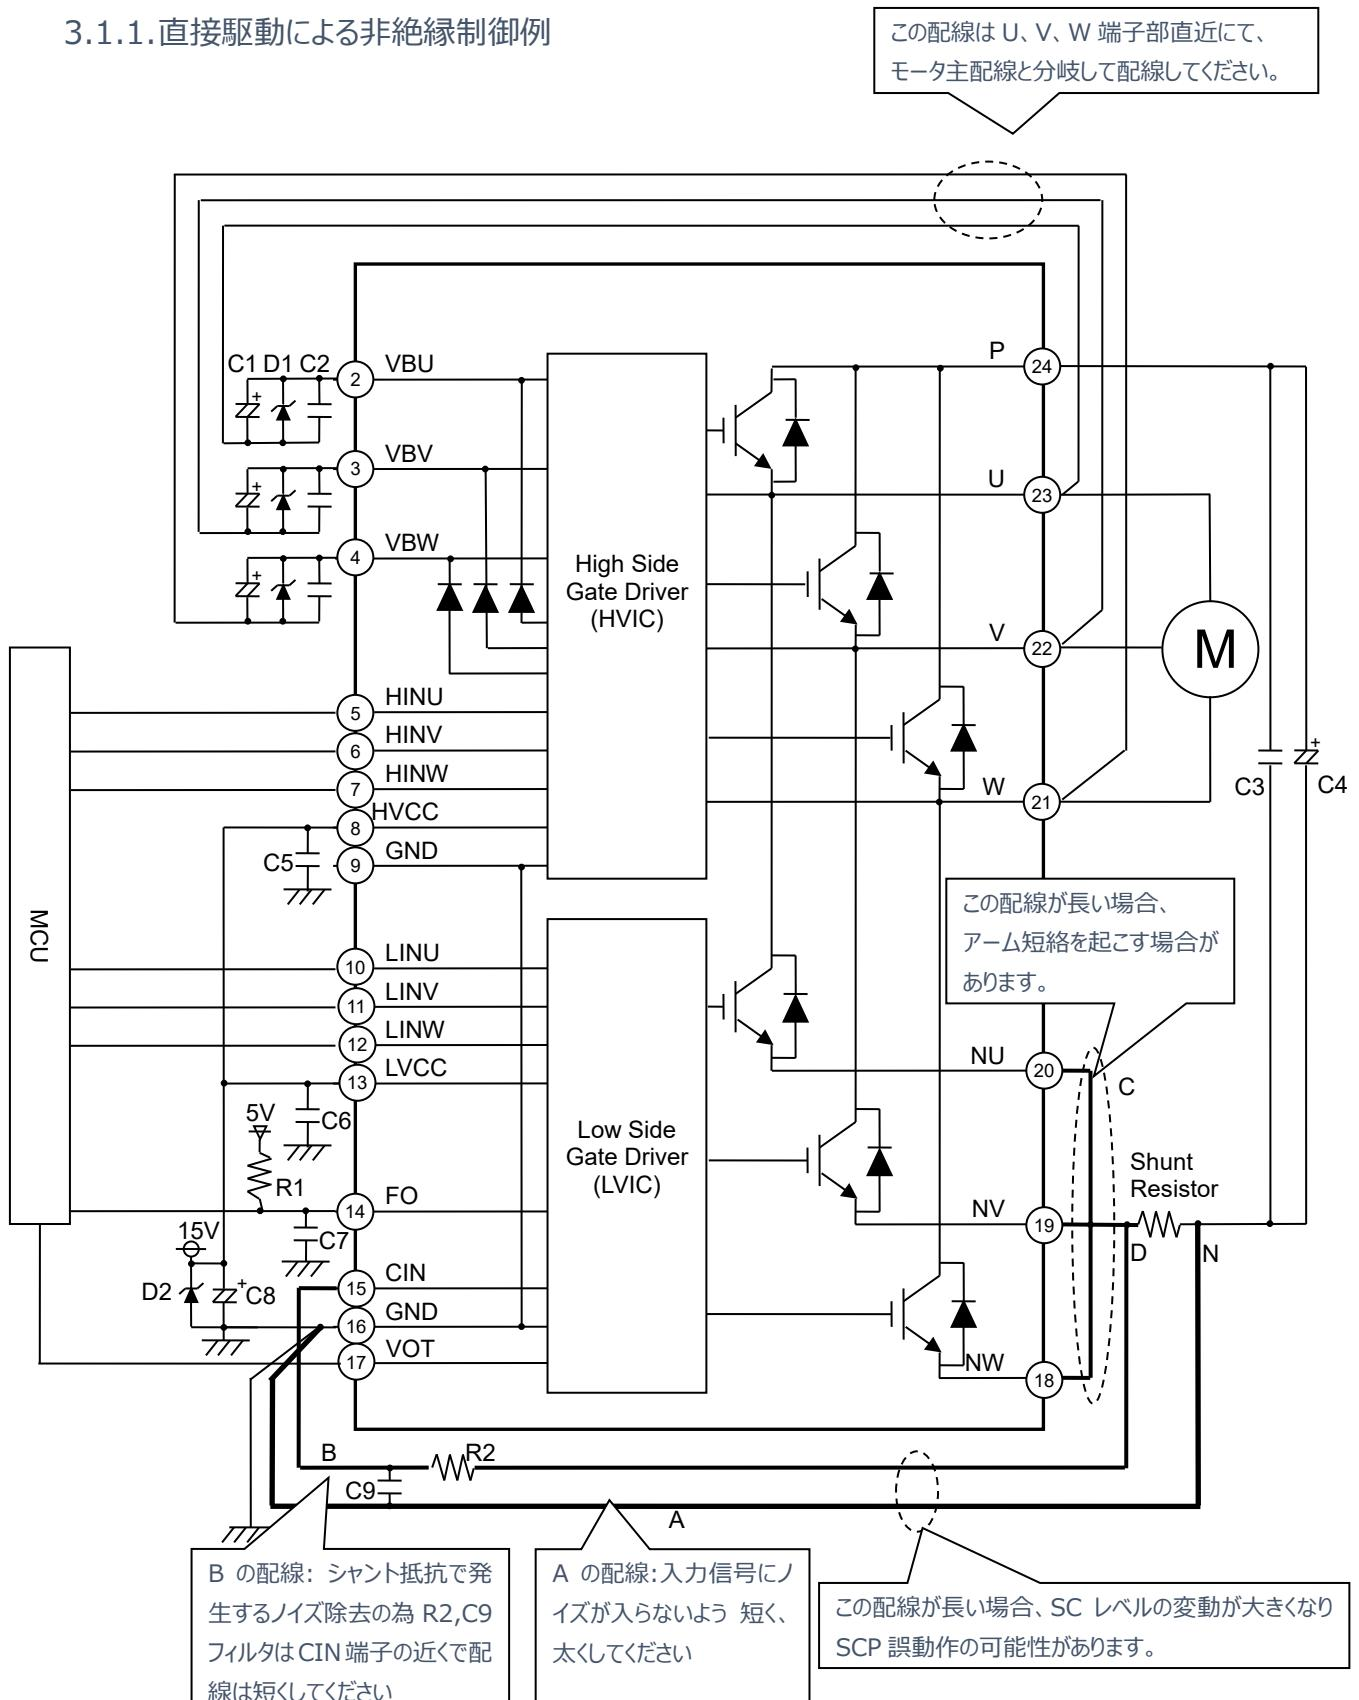

Figure 3.1.1 アプリケーション回路例（直接駆動による非絶縁制御）
3.2. アプリケーション部品選定方法(Figure 3.1.1 参照)